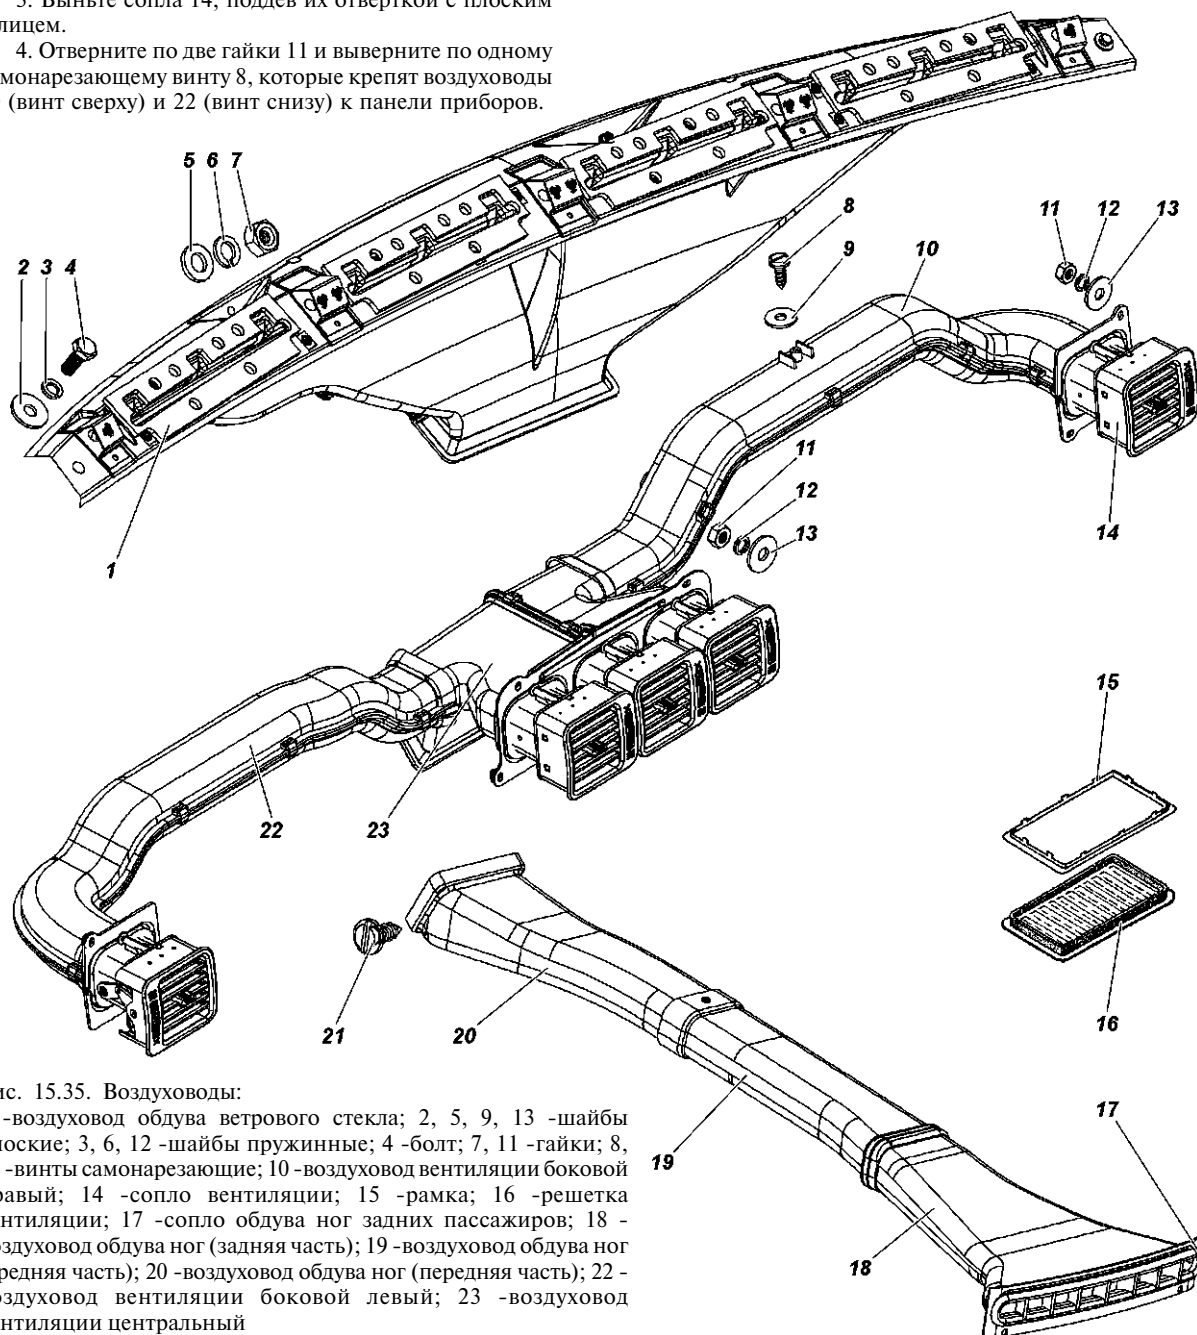

Рис. 15.35. Воздуховоды:
7. Отверните два самонарезающих винта 21 (см. рис. 15.35) крепления воздуховода обдува ног пассажиров, расположенных на трехместном сиденье. Отсоедините переднюю 20 и среднюю 19 части воздуховода от задней 18, снимите воздуховод. Выньте сопло 17 обдува. При необходимости, отвернув самонарезающие винты, разъедините переднюю и среднюю части.
1. Снимите панель приборов в сборе с воздуховодами. Гайки 7 (см. рис. 15.35) одновременно служат для крепления панели приборов и воздуховода обдува ветрового стекла.